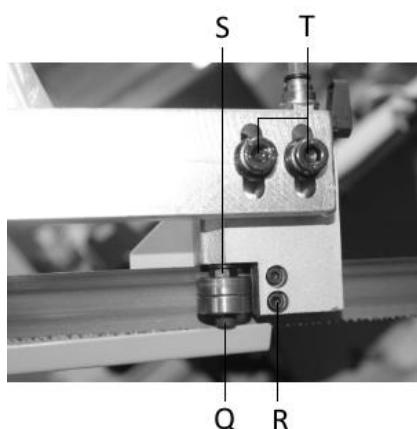

Рис.9
Ослабьте винты (T, рис.9) и отрегулируйте направляющую таким образом, чтобы полотно было расположено с вертикальным зазором 0,1 мм. Затяните винты (T).
Ослабьте фиксирующие винты (Q) и отрегулируйте эксцентриковые втулки (S) таким образом, чтобы расстояние от полотна до ролику было 0,05 мм, а полотно находилось вплотную к неподвижному сухарю, рис. 9. Затяните фиксирующие винты (Q).